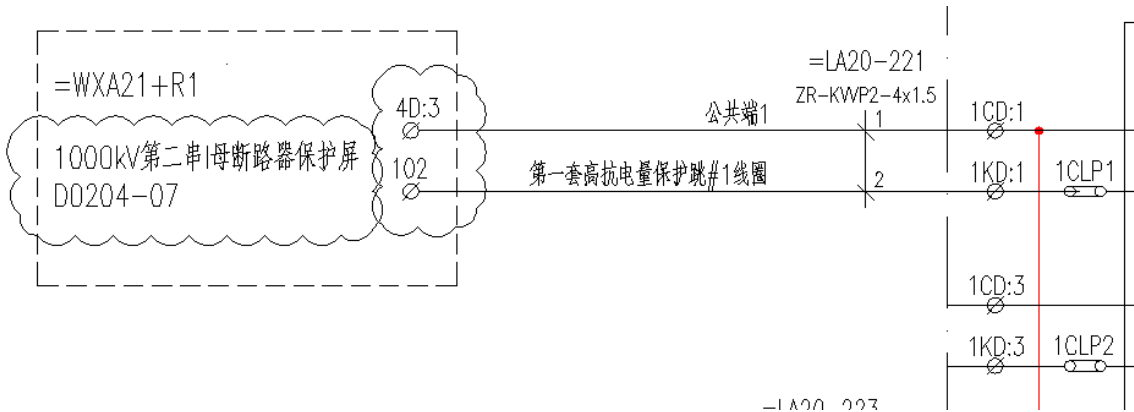

图 7
5. 原理图归纳：交叉链接之后的电缆是以芯线为单位的，即每根芯线都标示自己的相关信息。事实上，一般一根电缆不同芯的两侧设备是一致的，甚至页码都是一样的。因此，在交叉链接之后，可以以电缆编号为单位，对设备进行归纳。归纳后的图形如图 7 所示：